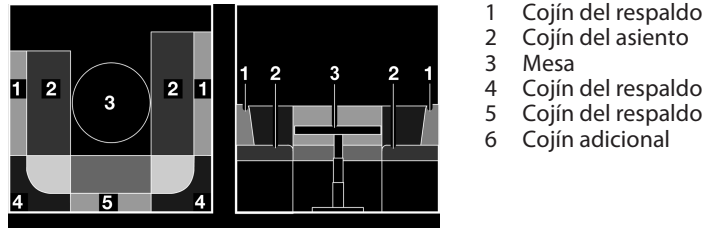

Fig. 75 Antes de la transformación
- Transformar la mesa (Fig. 75,3) en base de cama (véase apartado 7.8).